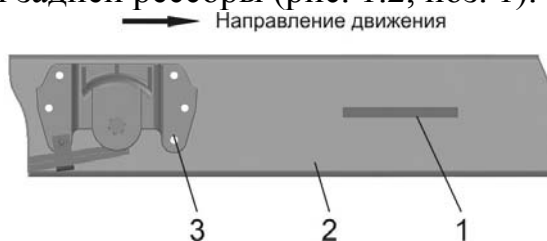

Рис. 1.2. 1 – место нанесения VIN автомобилей и автомобильных шасси с платформой; 2 – лонжерон рамы правый; 3 – передний кронштейн задней рессоры
**1.2. Идентификационный номер ТС (VIN) на автомобилях и автомобильных шасси с платформой** наносится на правом лонжероне рамы перед передним кронштейном задней рессоры (рис. 1.2, поз. 1).